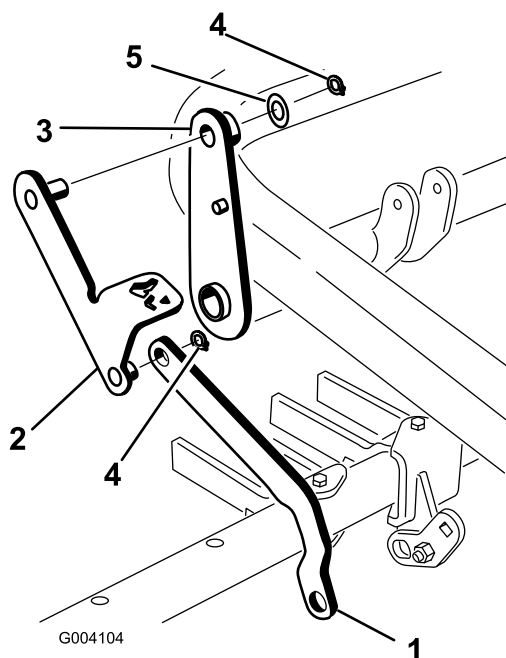

Bild 15
3. Schieben Sie das Ende des Werkzeugleistenlenkers über die kurze Strebe am Pedalhebel und befestigen es mit einem Haltering (Bild 15).
4. Setzen Sie die Strebe am anderen Ende des Pedalhebels durch den Hebel oben ein und befestigen Sie ihn mit einer Scheibe (7/8") und einem Haltering (Bild 15).